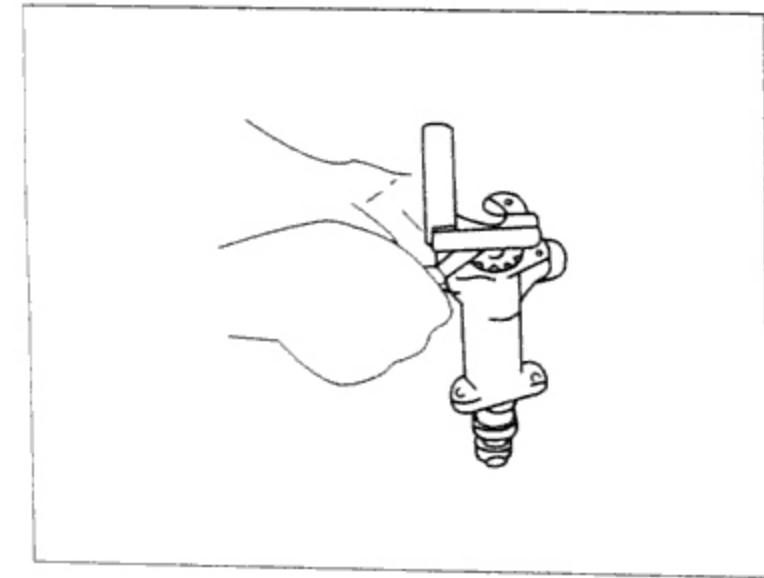

图 6-3-6 测量泵盖与齿轮之间的间隙
(1) 用塞尺测量泵盖与齿轮之间的间隙,见图 6-3-6。
(2) 如果泵盖与齿轮之间的间隙超过规定极限值,壳体必须更换。